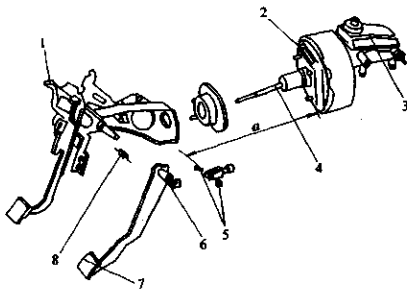

图 3-265 制动踏板的分解图
1) 安装前，旋转真空助力器压杆上的连接叉，使连接叉调整尺寸  $a$  为  $220\text{mm}$ ，如图 3-265 所示。